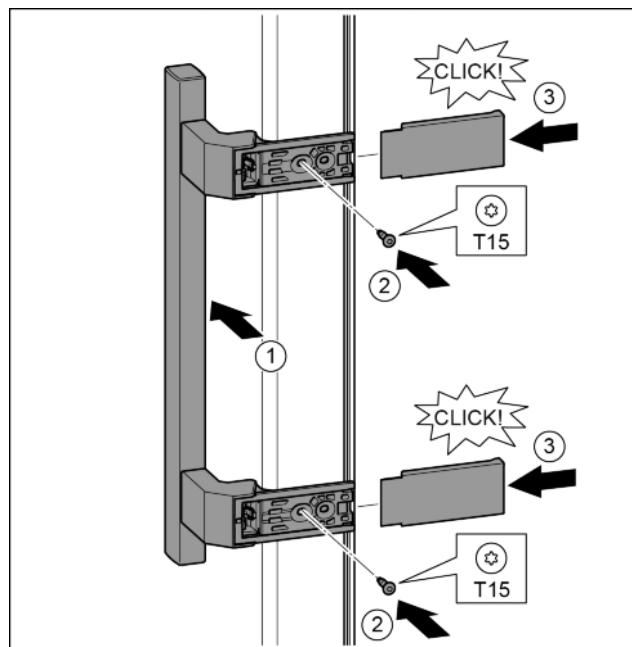

Fig. 20
- Nasaděte madlo na protilehlé straně. Fig. 20 (1)
- Šroubovákem T15 pevně utáhněte šrouby. Fig. 20 (2)
- Kryty bočně nasaděte a nasuňte. Fig. 20 (3)